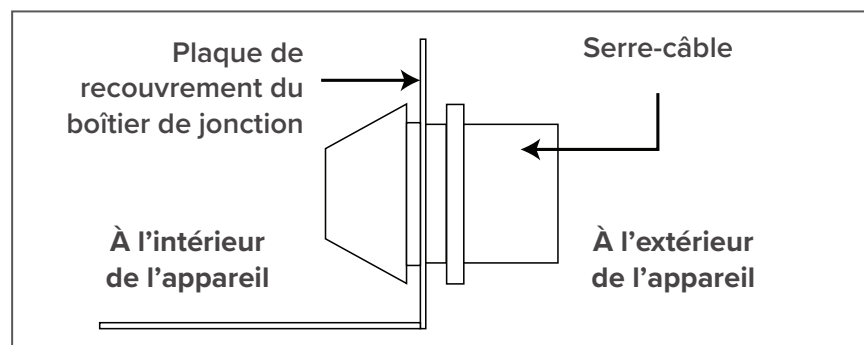

Fig. 22
- Insérez les fils de votre maison à travers la plaque de couvercle de la boîte de jonction avec le serre-câble (fourni) et placez les fils à l'emplacement spécifié du bloc de connexion selon la tension désirée (**Fig. 22**).